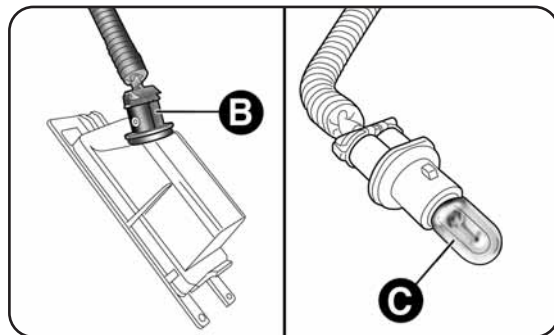

fig. 140
- tourner dans le sens des aiguilles d'une montre la douille B-fig. 140, extraire l'ampoule C et la remplacer.